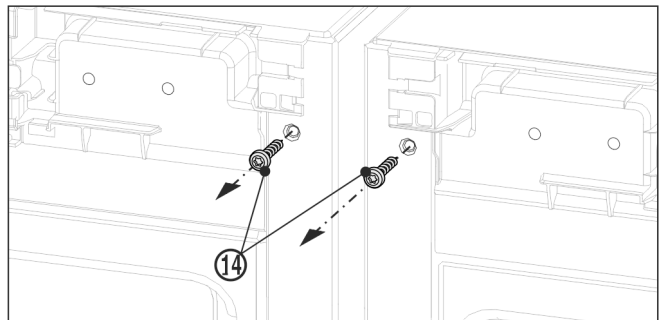

Fig. 12
- ▶ Před montáží horního úhelníku oba uzemňovací šrouby Fig. 12 (14) vyšroubujte.